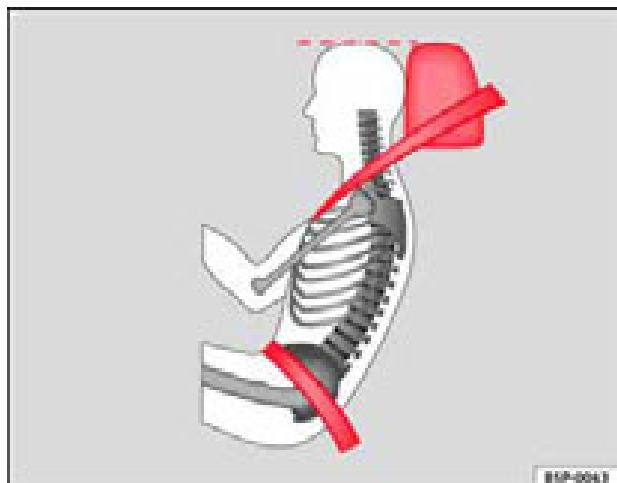

Fig. 13 Banda del cinturón y apoyacabezas ajustados correctamente, vistos lateralmente
- La banda abdominal del cinturón de seguridad deberá pasar por la región pélvica, pero nunca por encima del abdomen. El cinturón de seguridad debe quedar plano y bien ceñido a la pelvis ⇒ fig. 13. En caso necesario habrá que tirar un poco de la banda.